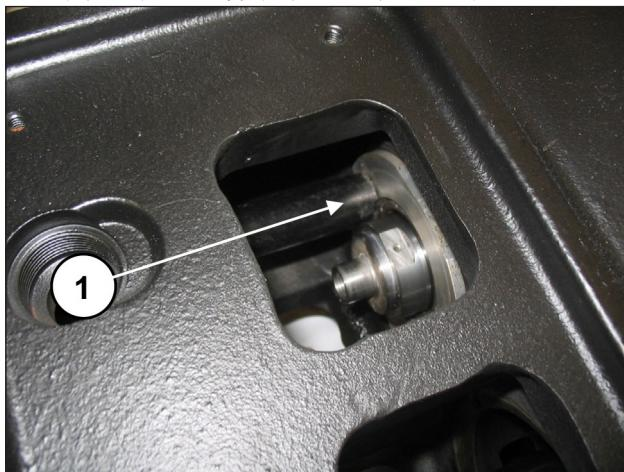
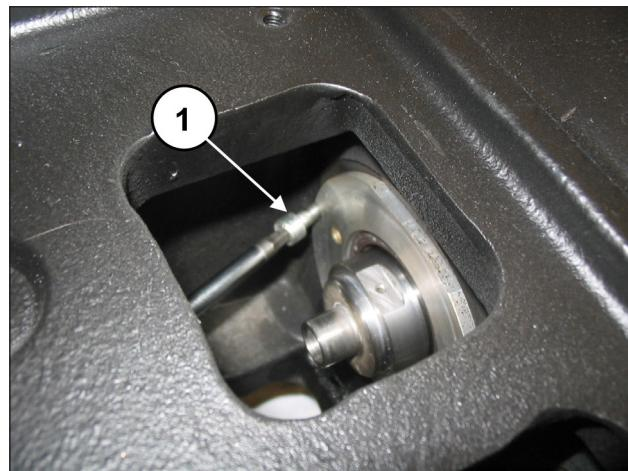

图 177
图 178
确保盖子完全进入底座(①, 图 177) 注意不要损坏油封唇。拧紧油封盖, 可使用2个M6x14螺丝(①, 图 178)。